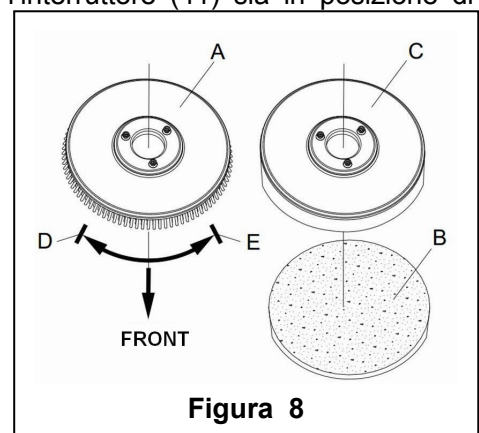

Figura 8
A seconda del tipo di pavimento da pulire, sull'apparecchio si può installare spazzola (Figura 8, A), o cuscinetto (Figura 8, B e C).
1. (Applicabile solo a **AS430B** e **AS510B**): assicurarsi che l'interruttore (41) sia in posizione di disconnessione (**O**).
2. Premere in basso il manubrio (2) per alzare il serbatoio (26).
3. Mettere spazzola (A) o cuscinetto (B – C) in sede.
4. Usare il manubrio (2) per abbassare il serbatoio (26) a contatto con spazzola o cuscinetto.
5. Per installare spazzola/cuscinetto automaticamente, mettere l'interruttore (41) in posizione "I" e premere l'interruttore di sicurezza (1). Spingere gentilmente in avanti l'apparecchio per permettere alla ruota di trasporto sul fondo del serbatoio di allinearsi con spazzola o cuscinetto che possono così essere installati. Quindi rilasciare l'interruttore di sicurezza. Se occorre, ripetere la procedura fino all'installazione di spazzola/cuscinetto.
6. Se il Passo 5 risulta difficile, usare il metodo manuale seguendo la freccia (D) per installare spazzola / cuscinetto (come mostrato nella **Figura 8**).
7. Per disinstallare automaticamente spazzola/cuscinetto, mettere l'interruttore (41) in posizione "O". Reggere il manubrio, e premere l'apparecchio verso il basso finché la ruota di guida tocca il pavimento e spazzola/cuscinetto siano sospesi in aria. Mettere l'interruttore (41) in posizione "I" e
8. Se il Passo 7 risulta difficile, usare il metodo manuale, ruotando spazzola/cuscinetto in direzione opposta a quella della normale rotazione così che si stacchi (come mostrato nella **Figura 8**)